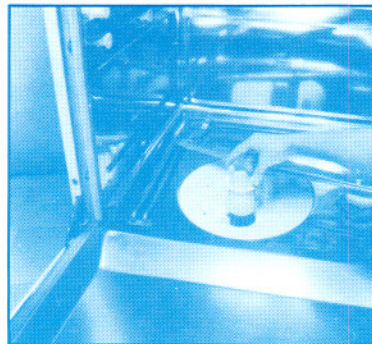

Fig.22
- A) Ôter le petit panier central (fig. 22)